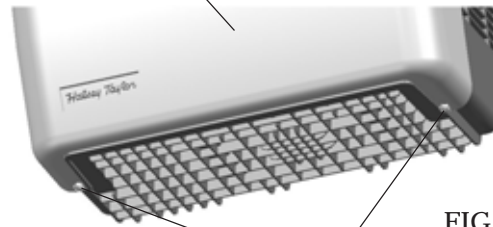

FIG. 4
- 4) Remove the two (2) screws holding the bottom cover at the bottom of cooler. (Shown in FIG. 4) Remove the bottom cover by pulling straight down and set aside.
- 4) Desmonte los dos (2) tornillos que sujetan la tapa a la parte inferior del enfriador (que se muestran en la Fig. 4) Retire la tapa inferior tirando en forma recta hacia abajo y déjela a un lado.
- 4) Retirez les deux vis maintenant le capot inférieur et situés sous le refroidisseur. (Indiqué sur la Figure 4). Retirez le capot inférieur en tirant vers le bas et mettez le de côté.
To access the refrigeration system and plumbing connections, remove two screws (Item 49) to remove bottom cover (Item 35). See Fig. 4.
Para acceder al sistema de refrigeración y las conexiones de empalmes, desmonte los dos tornillos (Artículo 49) para retirar la tapa inferior (Artículo 35). Vea la Fig. 4.
Pour accéder au système de réfrigération et à la plomberie, retirez les deux vis (Élément 49) afin d'enlever le capot inférieur (Élément 35). Voir figure 4.